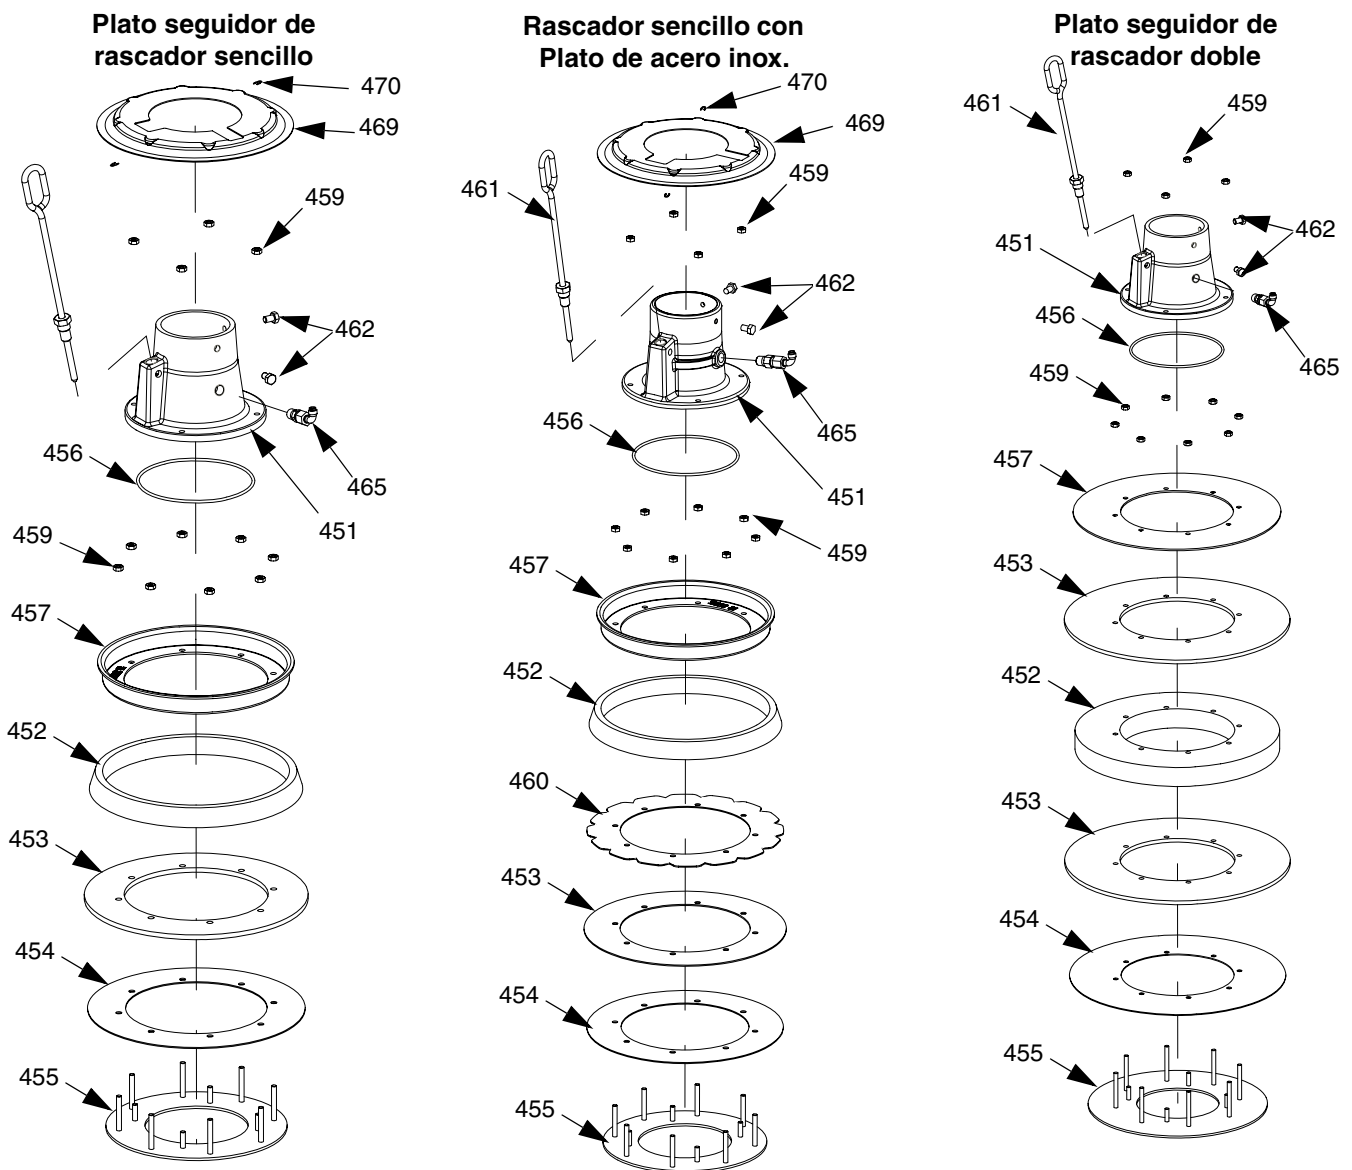

FIG. 14: Conjuntos de rascadores sencillos y dobles
1. Extraiga el conjunto del rascador; véase FIG. 14:
- a. Para todos los platos seguidores de rascador sencillo: Extraiga dos cierres (470) con alicates de punta de aguja y retire la cubierta del plato seguidor (469).
- b. Extraiga ocho tuercas (459) que sujetan el conjunto del rascador con la pieza fundida del plato seguidor (451) y retire el rascador.
2. Extraiga ocho tuercas (459) en el conjunto del rascador.
3. Separe la placa superior (457), el distanciador (452), el soporte del rascador (454) y la placa de fondo (455).